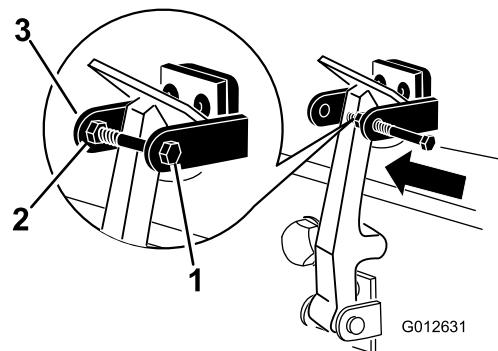

Figura 8
- Avvitate il bullone nell'altro braccio della staffa di chiusura del cofano per fissare il fermo in posizione (Figura 8).